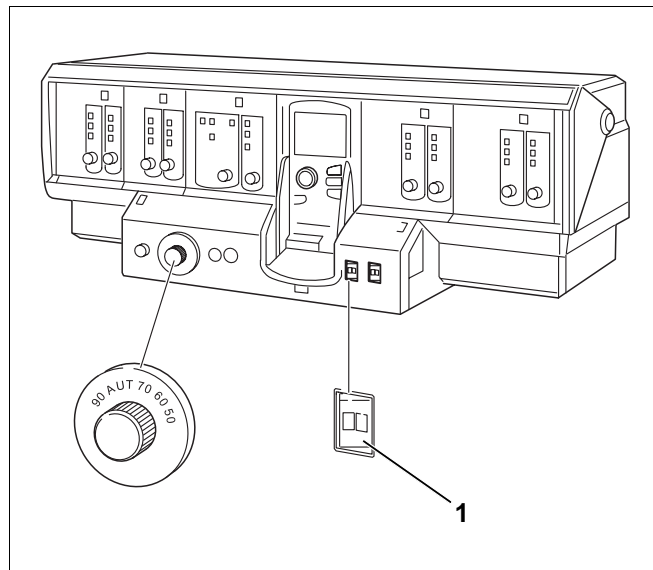

Рис. 53 Система управления Logamatic 4311
- Главный выключатель (рис. 53, поз. 1) на системе управления установить в положение „0“.